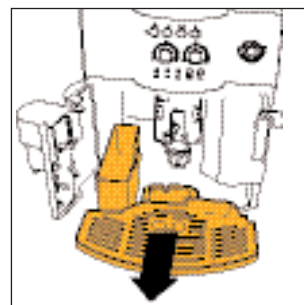

Fig. 16
ANM 7: Maskinen räknar antalet kaffekoppar som har lagats. Efter 14 koppar kaffe (eller 7 dubbla koppar) tänds kontrollampan  (avsnitt 12 punkt 3) för att varna för att behållaren för kaffesump är full och behöver tömmas och rengöras. Kontrollampan förblir tänd tills du rengör behållaren och det går inte att laga något kaffe. Öppna luckan framtill genom att dra i utmatningsröret (fig. 15). Kontrollampan  börjar blinka (se avsnitt 12 punkt 9). Ta loss droppskålen (fig. 16), töm och rengör den. Töm och rengör behållaren för kaffesump noggrant. Se till att du får bort alla rester som kan finnas på botten. Torka också bort eventuella kondensdroppar som har bildats inuti maskinen under droppskålen. **OBS: När du tar loss droppskålen MÅSTE DU alltid tömma behållaren för kaffesump, även om den inte är full. Om du inte gör det kan det hända att sumpbehållaren fylls mer än väntat nästa gång du lager kaffe och att maskinen täpps igen av sump.**
- ta loss droppskålen och behållaren för kaffesump (fig. 16) och diska dem;